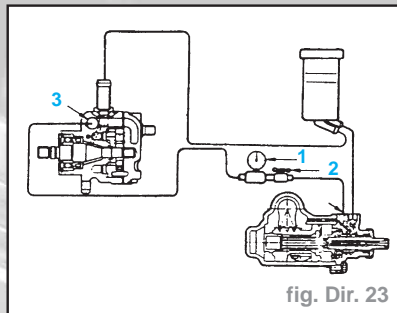

fig. Dir. 23
- Le moteur à l'arrêt, déposer le flexible de refoulement de la pompe et monter l'appareil de mesure de la direction assistée **KM-354-B** se composant du manomètre d'huile (1), de la soupape d'arrêt (2) et des adaptateurs (3); utiliser les adaptateurs **KM-794** pour les moteurs diesel **4JB1T** (fig. Dir. 23).